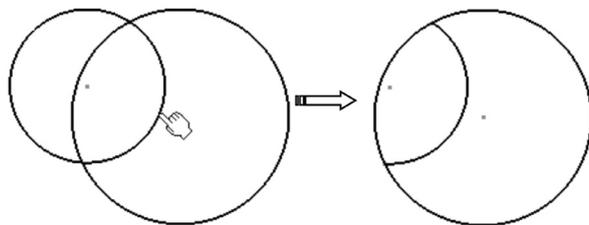

图 5-23
- 断开及外擦除 ：此方式是断开所选图元并修剪该图元，修剪位置为打断边界外的部分，如图 5-23 所示。